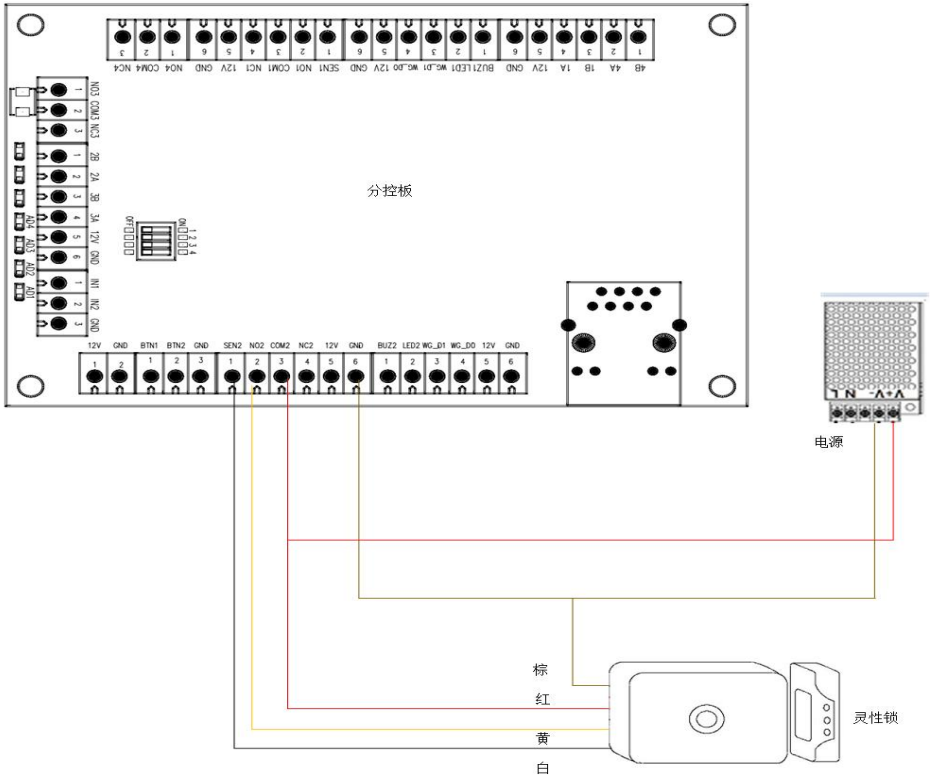

图 7：电控锁接线示意图
1. 正极触发的电控锁分控板的 C 端接锁的正极，分控板的 GND 接锁的负极，分控板的 NO 端接锁的开门信号线，分控板的 SEN 端接锁的门磁信号线如图 7 所示：